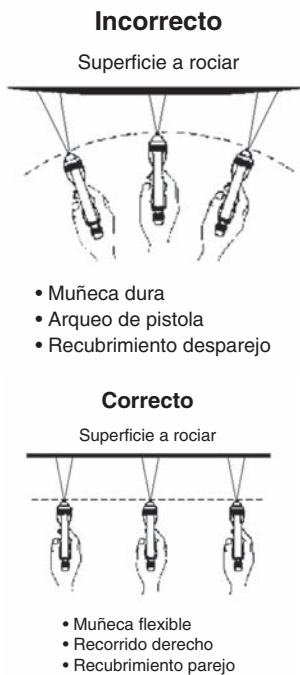

Figura 19 - Técnicas de rociado
(3) Con la perilla de ajuste de líquido abierta hasta el primer roscado y la presión de aire fijada en 30 psi aproximadamente, realice unos pocos pases de prueba con la pistola en un trozo de papel limpio. Si existen variaciones en el tamaño de las motas o grandes globos de pintura significa que la pintura no está siendo atomizada correctamente (consulte la Figura 19).
(4) Si la pintura no se está atomizando correctamente, aumente levemente la presión de aire y realice otra prueba. Continúe esta secuencia hasta que el tamaño de las partículas de pintura sea uniforme
Un disparo arqueado produce una aplicación despereja y demasiado exceso de pintura a los extremos de cada disparo. Cuando la boquilla se arquea formando un ángulo de 45 grados con la superficie (ver Figura 19), se pierde aproximadamente el 65% del material pulverizado.